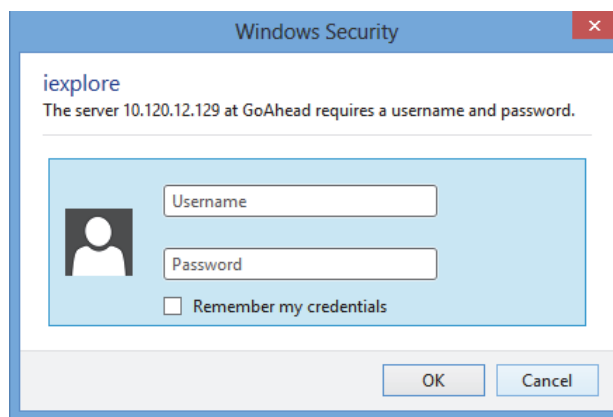

abbildung 41.2: Anmeldebildschirm
- 4 Klicken Sie auf die Schaltfläche *Continue* (weiter), um auf die webbasierte Benutzeroberfläche zugreifen zu können. Es wird ein Bildschirm angezeigt, der abbildung 41.2 gleicht.